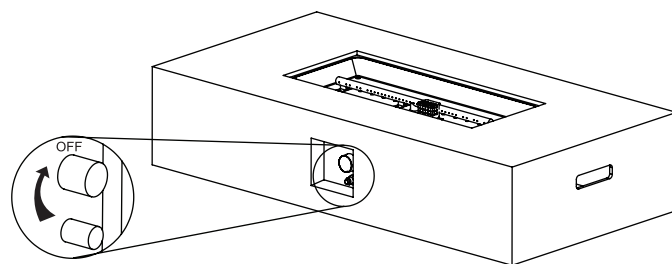

Figure 2
2. Sørg for at gassregulatoren er i "OFF"-posisjon før du fortsetter (se Figure 2).